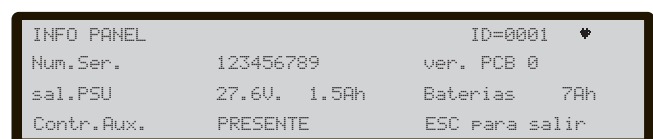

Figura 29 Pantalla Visualización Información de la Central.
- la presencia de un controlador auxiliar (vea la Figura 29).